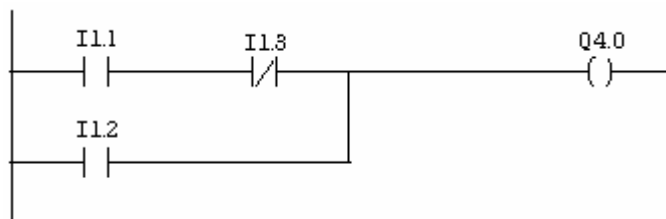

Рис. 1.19.
8) Теперь напишите адреса контактов. Для этого щёлкните по знакам ??? над контактом и введите адрес (ввод адреса завершается нажатием клавиши **ENTER**) (рис. 1.19).